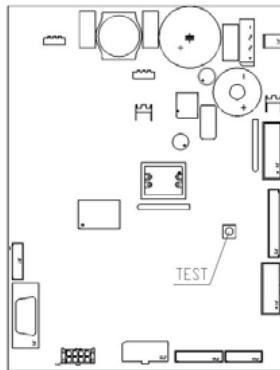

FIG. 3
- Se compare sul display la scritta "MEMORY CLEARED" premere il pulsante situato sulla scheda principale all'interno box gettoniera (vedi FIG. 3) per inizializzare la memoria. Sul display appare il messaggio "PORTA APERTA DISTRIBUTORE IN MANUTENZIONE". Il distributore automatico, inizierà automaticamente un autotest. Se non viene identificato alcun errore la colonna si sposterà in posizione di inizio e la macchina sarà pronta all'uso.
All' accensione del distributore sul display compare la scritta 'INIT' seguita dalla scritta '**memory cleared**' se la memoria non contiene dati oppure quelli contenuti non sono attendibili. La stessa condizione si raggiunge quando viene eseguito il comando 'cancella memoria' oppure qualora la memoria dovesse guastarsi. Premendo il pulsante test fig.3 situato sulla scheda principale all'interno del box gettoniera la memoria verrà automaticamente ripristinata con i valori predefiniti descritti nella sezione istruzioni.
E' possibile eseguire anche una prova di funzionalità del distributore, a questo scopo bisogna accendere il distributore e premere il pulsante test (fig.3) situato sulla scheda principale, la macchina entrerà in modalità vendita libera e sul display comparirà il messaggio '**Vendita libera**' se tutto OK, altrimenti verrà visualizzata la selezione: fuori servizio. Per ripristinare la selezione è sufficiente ripremere il rispettivo pulsante. Se il problema dovesse persistere apparirà il messaggio indicante il tipo di anomalia. A questo punto è possibile provare il ciclo di vendita della macchina per ciascuna selezione mentre sul display compariranno dei messaggi relativi alle eventuali anomalie che dovessero verificarsi durante la prova. Per rientrare in modo di funzionamento normale basta premere nuovamente il pulsante test fig.3 situato sulla scheda principale.